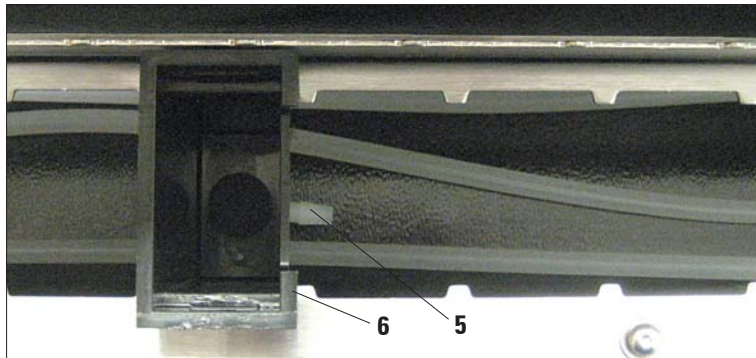

Fig. 23
Colocar los depósitos de agua para aclarar (6) en la posición deseada sobre la plataforma. Para ello, comenzar por la estación que se encuentra más cerca de la bandeja de descarga. Introducir los depósitos de agua para aclarar de tal manera que el empalme del tubo (5) mire hacia el compartimento de recogida (Fig. 23).